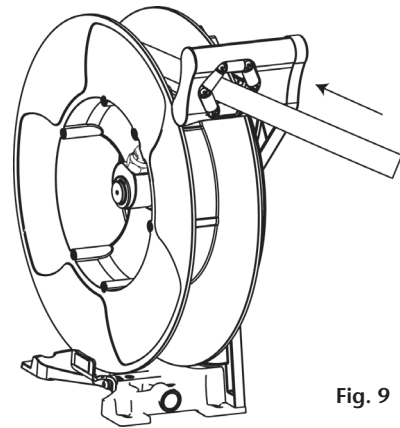

Fig. 9
5. Pull the hose hard enough to release the latch, and slowly allow the hose to retract (fig. 9).
5. Libérer le cliquet tirant doucement sur le flexible et rembobiner lentement et complètement le tuyau en l'accompagnant (fig. 9).
5. Libere el trinquete y acompañe lentamente la manguera al recogerse (fig. 9).
6. Ziehen Sie den Schlauch fest genug, um ihn anschließend aufrollen zu lassen (Fig. 9).